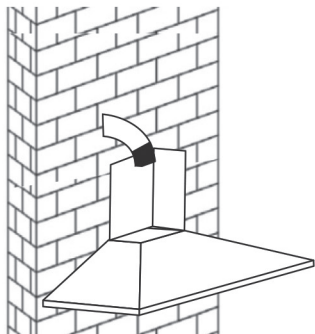

Рис. 13
8. Установите декоративные кожухи вытяжки, прикрепив их установленной верхней планке двумя саморезами (рис. 13).